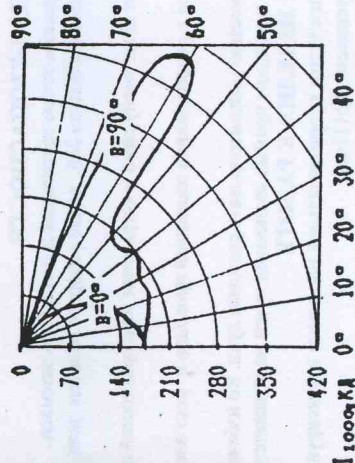

Рис.1
- 1.1. Светильники подвесные ЖСУ17-100-001 (рис.1) с разрядными лампами высокого давления предназначены для освещения улиц, дорог, площадей.
5.1. Светильники ориентируются под требуемым углом в горизонтальной плоскости и фиксируются в нужном положении затягиванием болтов (1), (2) с усилием (8±1) Н.м.
Светильники закрепляются на несущем тросе Ø6...12,5 мм двумя болтами (3) см. рис.1.